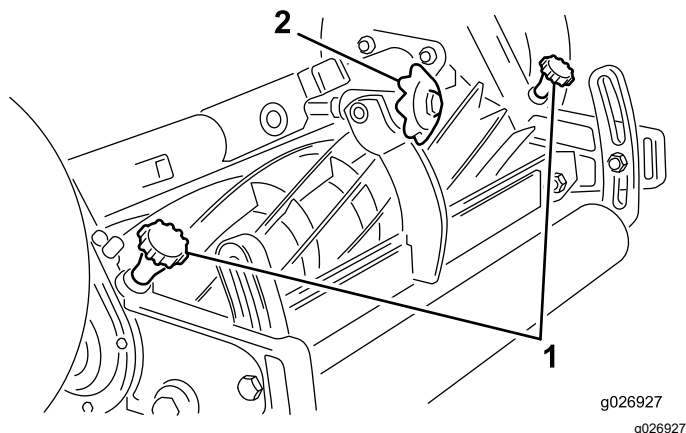

Figura 5
2. Asegúrese de que los pomos de desembrague (Figura 5) están desengranados y que no hay ningún contacto entre contracuchilla y molinete girando el pomo de ajuste de la contracuchilla en sentido antihorario.
3. Inserte una tira larga de papel de periódico entre la cuchilla del molinete y la contracuchilla. Mientras hace girar el molinete hacia atrás, gire el pomo de ajuste de la contracuchilla (Figura 5) en sentido horario, un clic a la vez, hasta que el papel quede ligeramente aprisionado, produciendo una ligera resistencia al tirar del papel.